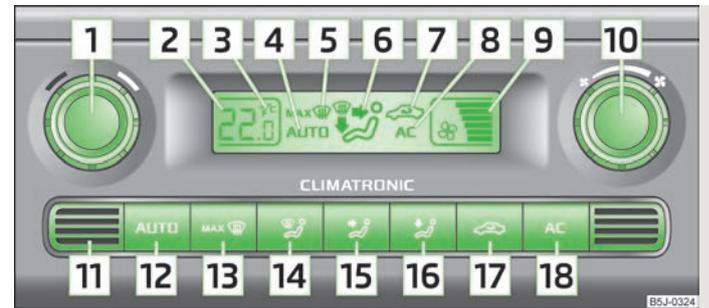

Abb. 74 Climatronic: Bedienelemente
- (AC) 18 » Abb. 74 eingeschaltet.
- Die Taste (AUTO) 12 » Abb. 74 drücken.
Gleichzeitig die Tasten (AUTO) und (AC) » Abb. 74 drücken und halten. Im Display erscheinen die Angaben in der gewünschten Temperatur-Maßeinheit.
Im unteren Teil des Gerätes befindet sich der Innenraumtemperatursensor 11 » Abb. 74. Den Sensor nicht überkleben oder überdecken, sonst könnte die Climatronic ungünstig beeinflusst werden.
- › Die Taste (AUTO) 12 » Abb. 74 drücken, im Display wird **AUTO** angezeigt.
- › Nach dem Einschalten der Zündung kann mit dem Drehregler 1 » Abb. 74 die gewünschte Innenraumtemperatur eingestellt werden.
- › Die Taste  17 » Abb. 74 drücken, im Display erscheint das Symbol .
- › Die Taste  17 » Abb. 74 erneut drücken, das Symbol  im Display erlischt.
- › Mit dem Drehregler 10 » Abb. 74 nach links (Gebläsedrehzahl verringern) bzw. rechts (Gebläsedrehzahl erhöhen) drehen.
➤ Die Taste  **13** » Abb. 74 drücken.
➤ Die Taste  **13** » Abb. 74 oder die Taste  erneut drücken.